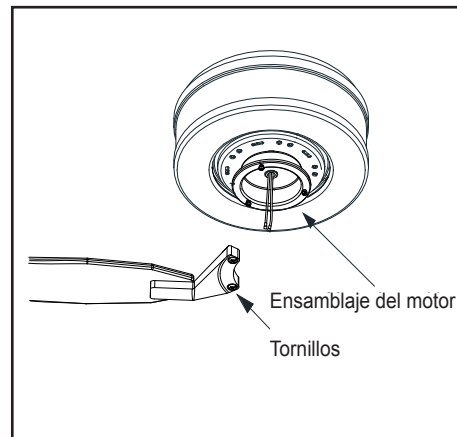

Figura 16
3. Ajusta el brazo del asa al motor insertando los postes de alineación dentro de la ranura de la parte inferior del motor y aprieta los tornillos del motor. Ten en cuenta que los tornillos del motor están en los soportes del asa (Figura 16).